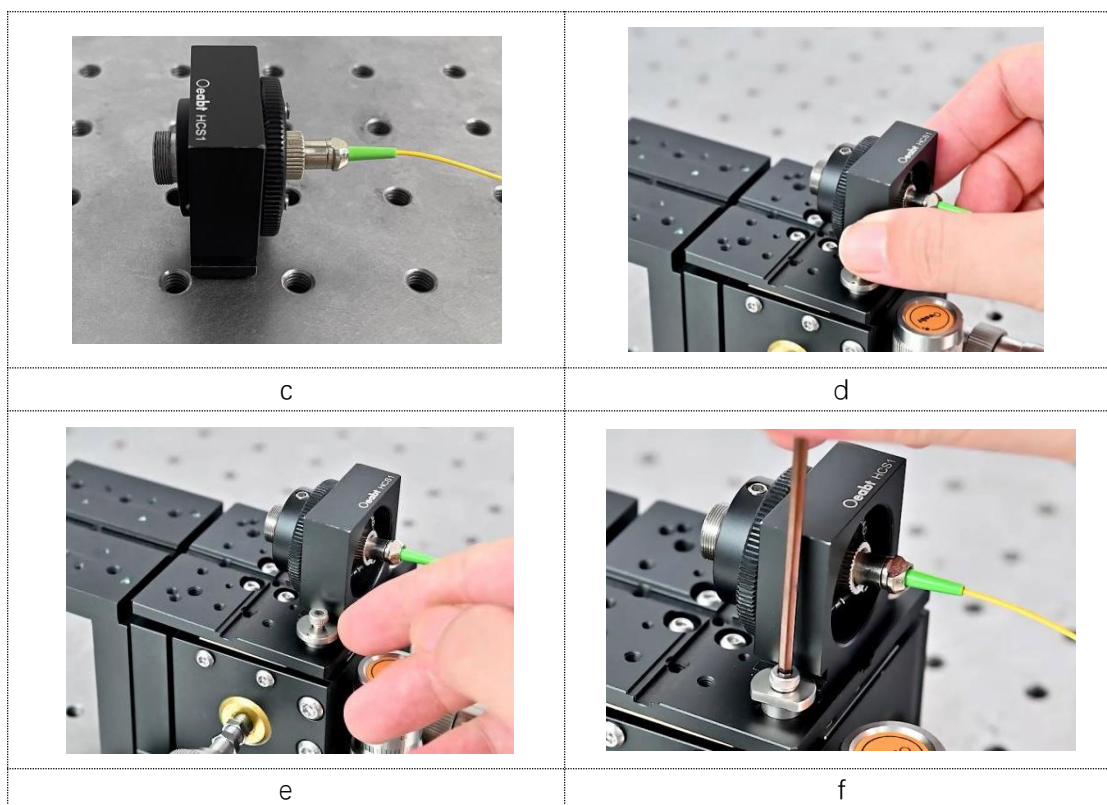

图 4-2
②、把“光纤准直镜”置入“OAD-12F 转接件”内，拧侧面螺丝固定，图 4-2-b；再安装拧入“光纤夹具”的孔径，用“转接件”附带的锁紧环固定限位，图 4-2-c；将 M3 螺丝先微拧装在顶板上（平口一侧朝向内侧），将“光纤夹具”沿着位移台顶板的凹槽滑入，图 4-2-d；之后将调转螺栓弧口压住“光纤夹具”边缘，拧紧固定即可，图 4-2-e-f。**注：清单未附带光纤跳线，用户请自备。**
将 M3 螺丝先微拧装在顶板上（平口一侧朝向内侧），图 4-4-d；将“光纤夹具”沿着位移台顶板的凹槽滑入，之后将调转螺栓弧口压住“光纤夹具”边缘，拧紧固定即可，图 4-2-e-f.